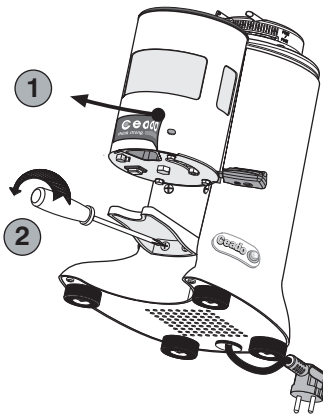

Fig. 13
- 1 Enlever l'adhésif Ceado du doseur (1, Fig. 13) et démonter la fourche d'appui en dévissant les
vis (2, Fig. 13). Garder ces dernières dans un endroit sûr.